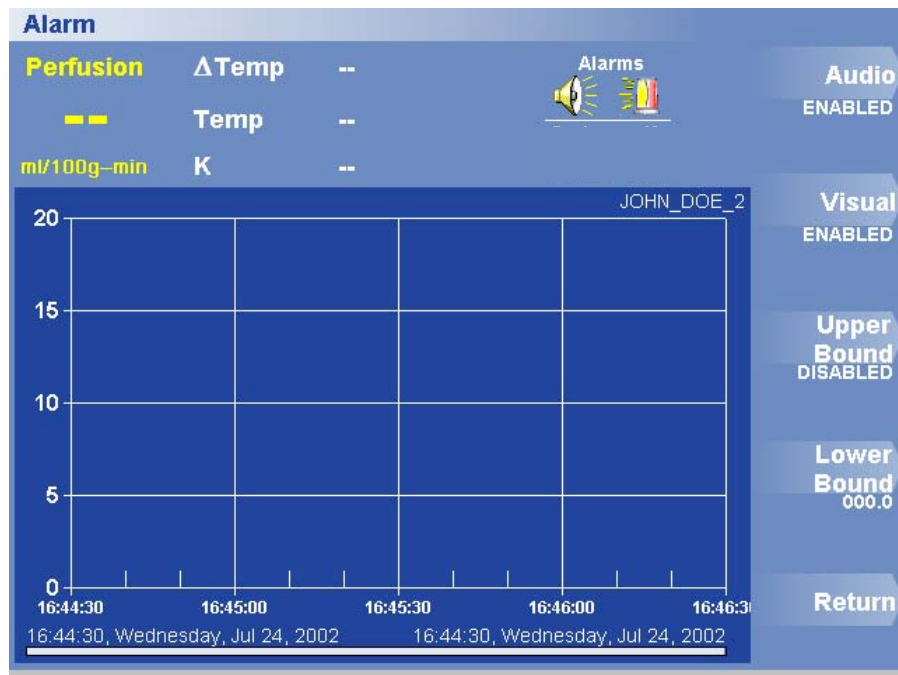

Figura 24. Menu Alarmes Áudio e Visuais
2. Prima Definir Alarme. Aparece o menu Alarme (Figura 24).
1. Prima Opções > Definir Alarme. Aparece o menu Alarme (Figura 24). O valor actual do valor máximo de activação do alarme aparece por baixo da etiqueta Valor Máximo de Activação.